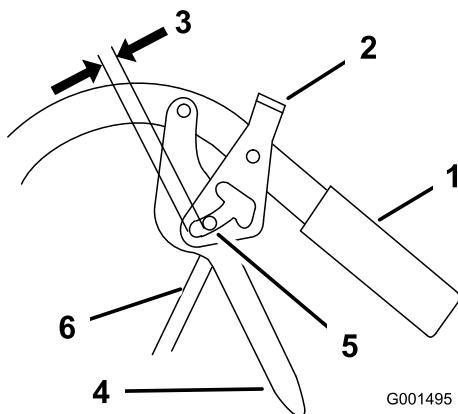

Figura 33
2. Ajuste la longitud de la varilla de control enroscando la varilla en el acoplamiento o desenroscándola, hasta que quede una holgura de 5 a 6 mm (3/16 a 1/4 pulg.) entre la varilla de control y la parte inferior del mecanismo de bloqueo de punto muerto/freno de estacionamiento (Figura 33).